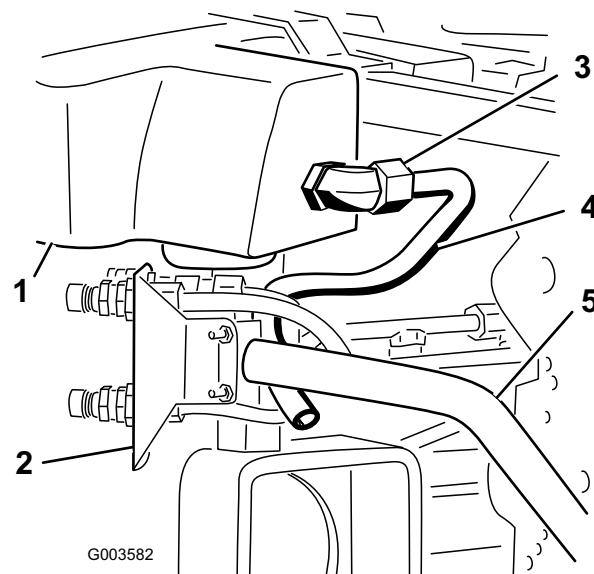
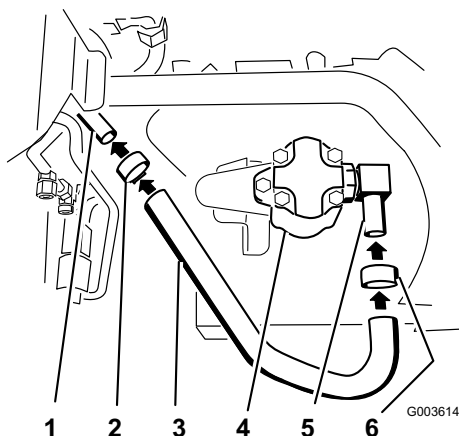
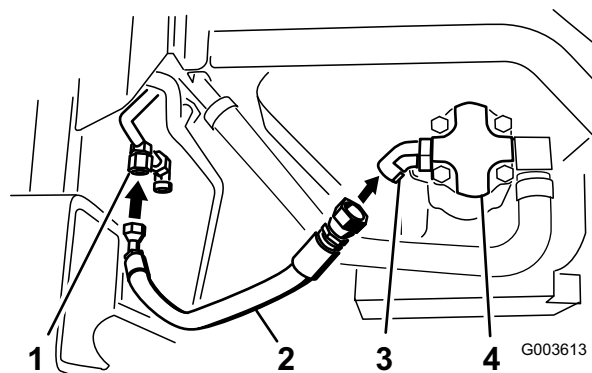
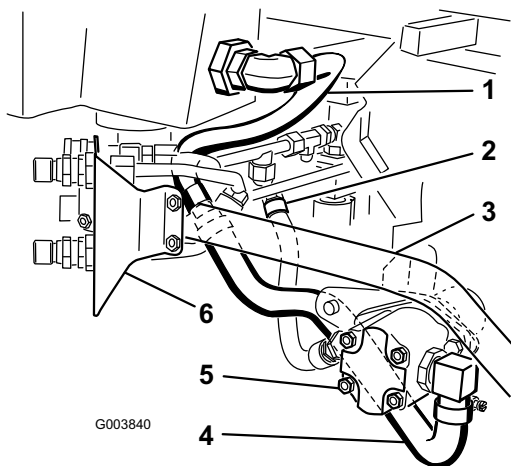

Figura 25
Figura 26
Figura 29
Figura 30
4. Posizionate il tubo idraulico numero 3 nella macchina, come illustrato nella Figura 25.
5. Montate il tubo idraulico numero 3 sul gomito grande a 90° montato sul filtro e sul serbatoio idraulico (Figura 25 e Figura 30).
2. Montate il flessibile idraulico grande sul gomito a 90° montato sul lato della pompa idraulica (Figura 26 e Figura 30).
3. Serrate una fascetta per flessibile attorno al flessibile ed al gomito (Figura 26).
4. Montate il flessibile idraulico grande sul tubo idraulico numero 3 (Figura 26).
5. Serrate la fascetta per flessibile attorno al flessibile ed al tubo idraulico numero 3 (Figura 26).
7. Montate il tubo idraulico con i raccordi sul gomito a 45° attaccato alla pompa idraulica (Figura 29 e Figura 30). Si troverà sotto il cilindro idraulico.
8. Fate riferimento alla Figura 30 per trovare le posizioni esatte dei flessibili e dei tubi idraulici rispetto alla pompa idraulica.